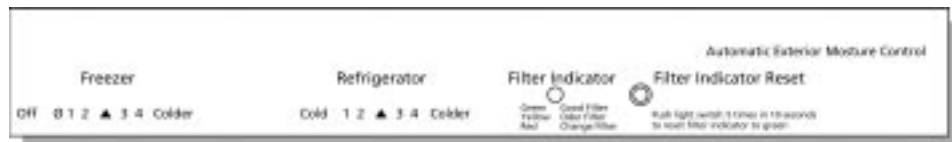

Abb. 2
2. Wasserfilterungs- und Überwachungssystem (für bestimmte Modelle) (Abb. 2)